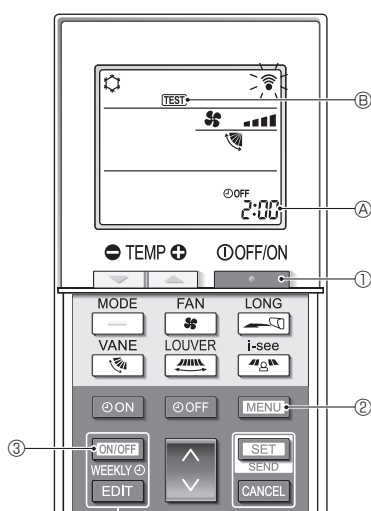
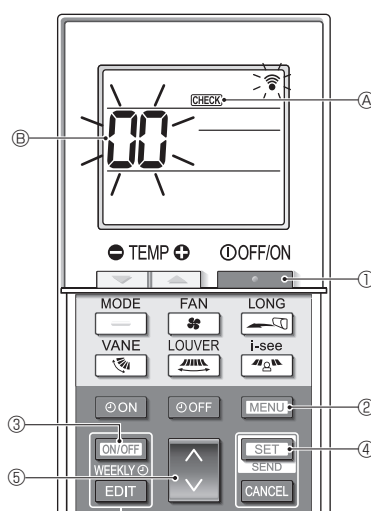

Fig. 7-5
Fig. 7-6
■ Essai de fonctionnement (Fig. 7-5)
- Appuyez sur le bouton ① pour arrêter le climatiseur.
- Si la minuterie hebdomadaire est activée (**WEEKLY** est affiché), appuyez sur le bouton ③ pour la désactiver (**WEEKLY** disparaît).
- Appuyez sur le bouton ② pendant 5 secondes.
- Appuyez sur le bouton ②.
- TEST** ⑥ s'allume et l'appareil entre en mode essai de fonctionnement.
- Appuyez sur le bouton ① pour arrêter l'essai de fonctionnement.
■ Auto-vérification (Fig. 7-6)
- CHECK** ④ s'allume et l'appareil entre en mode auto-vérification.
- Appuyez sur le bouton ⑤ pour sélectionner l'adresse de réfrigérant (adresse M-NET) ⑥ de l'appareil intérieur pour lequel vous voulez effectuer l'auto-vérification.
- Appuyez sur le bouton ④.
- Appuyez sur le bouton ①.
- CHECK** ④ et l'adresse de réfrigérant (adresse M-NET) ⑥ s'éteignent et l'auto-vérification est terminée.